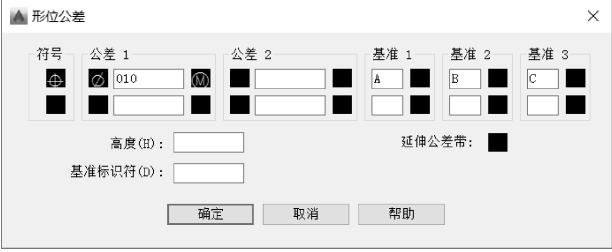

图 9-64 “形位公差”对话框设置示例 3
3) 输入命令后，打开“形位公差”对话框，按如图 9-64 所示填写，结果如图 9-61c 所示。